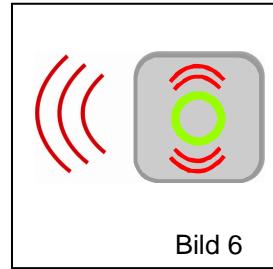

Bild 6
c) **SpannControl** mit senkrechten Auf- und Abbewegungen betätigen, bis die Signale auslösen. Der Signalton (7) und das Signallicht (1) werden ab einer bestimmten Position des schwenkbaren Handgriffs (6) ausgelöst (Bild 6). Die vorgeschriebene Handkraft (S_{HF}) ist nun erreicht. Mindestens 1 ½ Wicklungen des Gurtbandes auf der Spannratschenwelle aufbringen, sonst kann das Gurtband durchrutschen. Die Signale lösen je nach Anzahl der Wicklungen unterschiedlich aus.